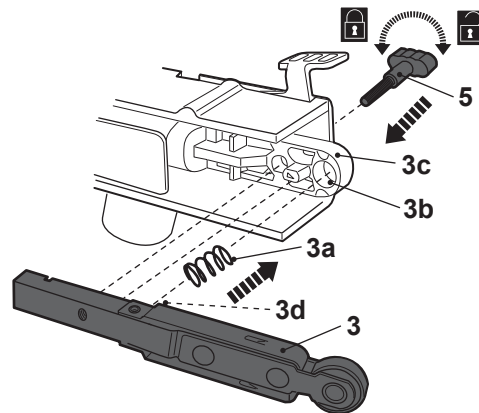

Fig. 1
- > Alinhe o pino (3d) com a mola e coloque o braço da lixadora (3) no suporte (3c).
- > Fixe a conexão apertando o manípulo de ajuste do alinhamento da correia (5) (Fig. 1).